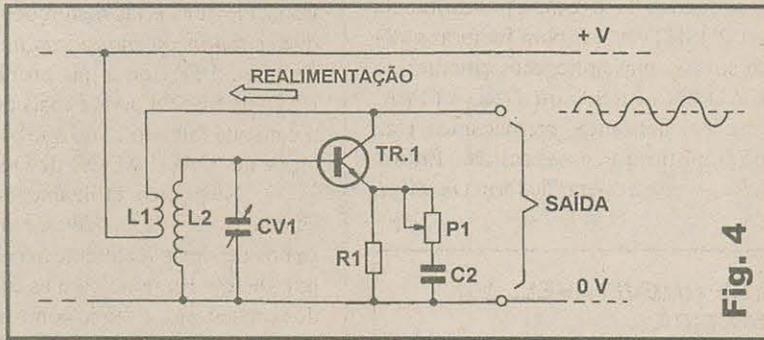
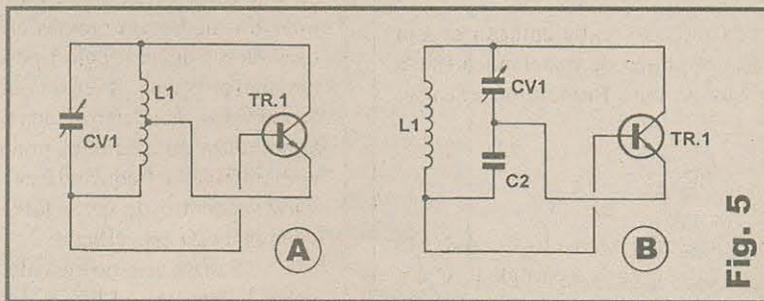

Fig. 4
Fig. 5
- FIG. 4 - OSCILADOR BÁSICO COM ELO DE REALIMENTAÇÃO INDUTIVO... - Não chega a ser um circuito experimental, em sua completa aceção, entretanto, nada impede que o caro leitor/aluno tente dimensionar valores para os componentes e experimente a geração de formas de onda senoidais nas mais diversas frequências, usando como base a estrutura mostrada... A bobina L2 e o capacitor variável CV1 formam o par de sintonia (determinação fina da frequência de oscilação...). Em termos de amplificação pura, o circuito é do
- FIG. 5 - VARIANTES CIRCUITAIS DO OSCILADOR COM ELO DE REALIMENTAÇÃO INDUTIVO (E DETERMINAÇÃO DA FREQUÊNCIA POR CONJUNTO LC...) - Os projetistas e técnicos, ao longo dos anos, foram testando e desenvolvendo vários arranjos circuitais baseados na estrutura da FIG. 4, procurando melhorar o desempenho, a estabilidade da frequência, reduzir exigências de parâmetros muito específicos para os componentes, etc. Os arranjos de maior sucesso são - sem dúvida - os mostrados nos itens A e B, respectivamente
realimentado é feito através de um engenhoso arranjo divisor de tensão capacitivo (considerando que, para manifestações dinâmicas ou alternadas, os capacitores podem ser também considerados como meros percursos resistivos)... Em ambos os exemplos, CV1 serve para ajustar a desejada frequência. C2 (em 5B) dimensiona a *relação* ou *tamanho* do sinal realimentado... Um ponto *importante* a considerar é que no arranjo da FIG. 4, se por acaso as bobinas (L1 e L2) forem enroladas em sentidos incorretos, a realimentação direta poderá ser simplesmente *anulada* - transformada em realimentação *inversa*, *travando* o circuito em vez de promover a desejada oscilação...! Esse problema é - na prática - inexistente nos arranjos das FIGs. 5A e 5B...!